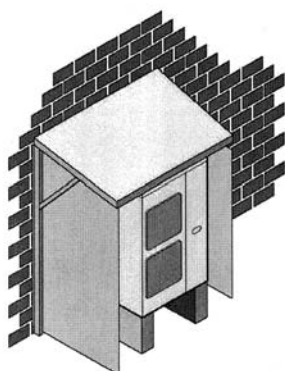

Figure 1 : construction pour empêcher l'exposition à la neige et au vent
- Ne jamais installer l'unité extérieure sur un site où le côté aspiration (gauche et arrière) puisse être directement exposé au vent ou à la neige. (Se référer au bulletin d'informations « Espace d'installation et d'entretien » et à la Figure 1)